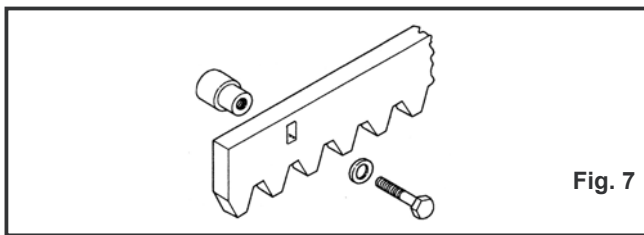

Fig. 7
3.4.1. STEEL RACK TO WELD (fig.7)